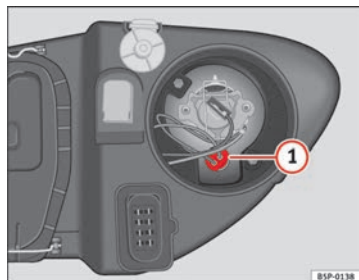

Fig. 195 Feux de position
- Retirez la douille d'ampoule ⇒ fig. 195 **1** vers l'extérieur.